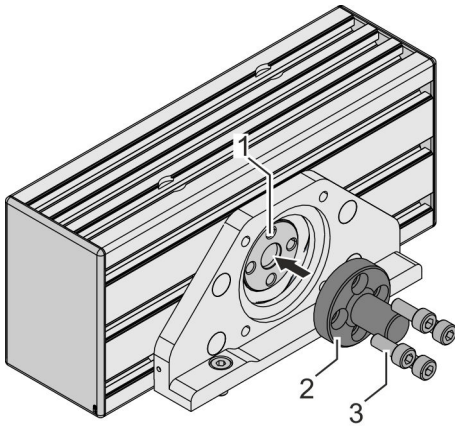

Abb. 36: Antriebswelle montieren
1. Antriebswelle (Abb. 36/2) auf die Zahnriemenwelle (Abb. 36/1) setzen.
2. 4 Schrauben (Abb. 36/3) diagonal im Wechsel festziehen: